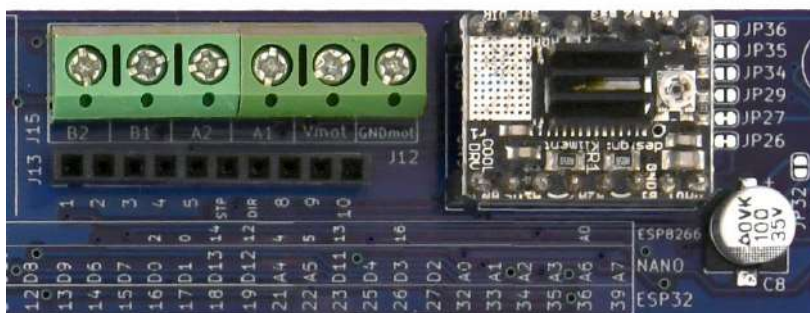

Figure 92 – Un modulo DRV8825 inserito nel socket BRD2
- Inserire il modulo nel socket BRD2 facendo attenzione all'orientamento dei pin (vedere Figure 92)